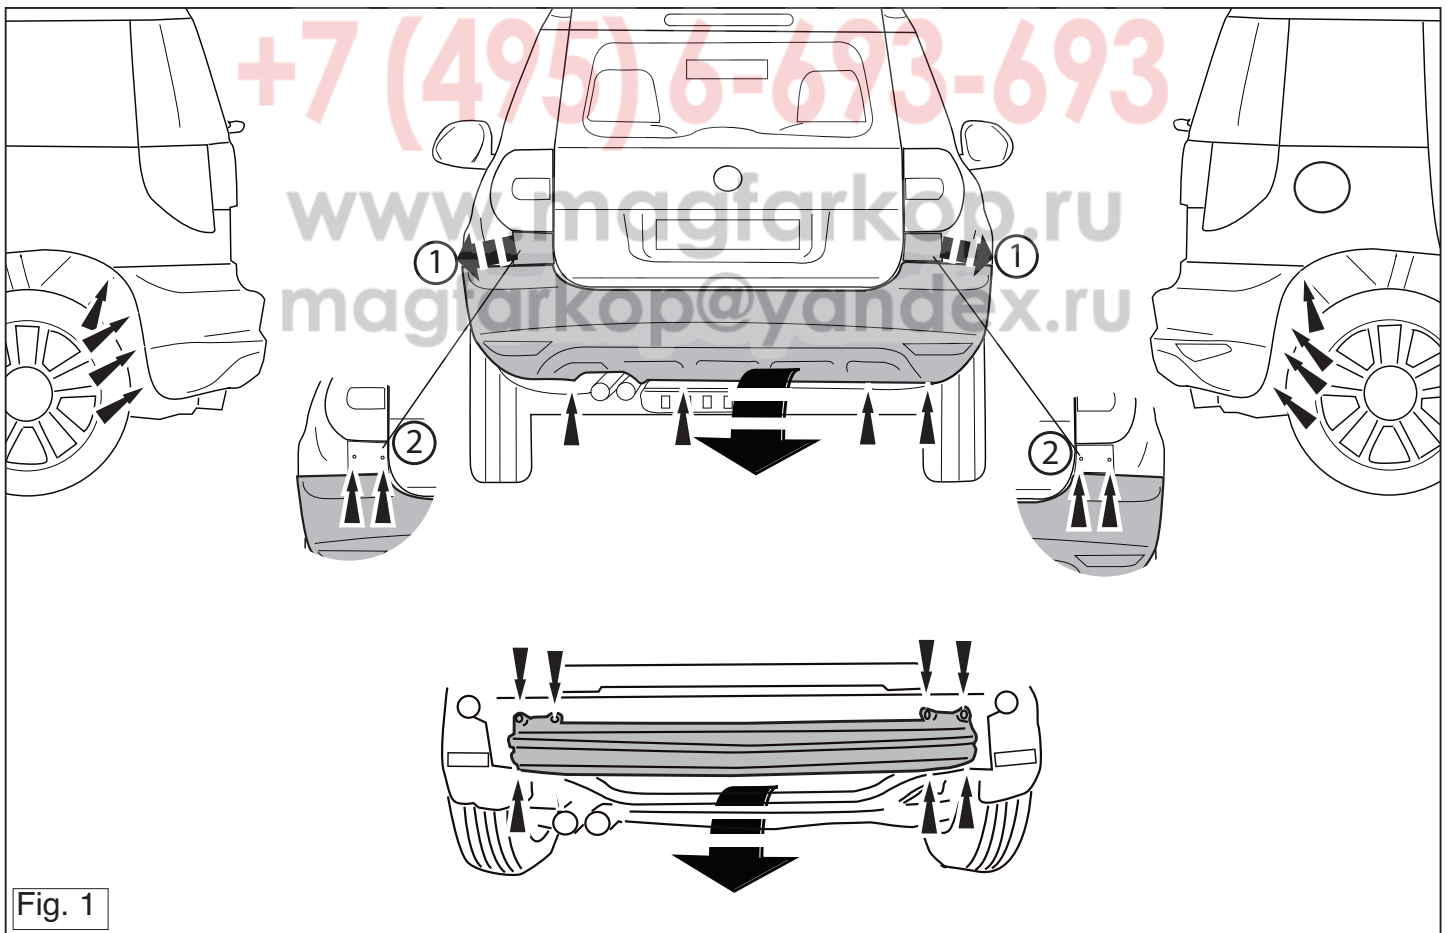

Fig. 1
1. Remove bumper (Torch head screws around each wheel arch, along lower edge of rear panel, beneath each light cluster (light cluster must be removed). and the steel buffer beam from the vehicle. The buffer beam will no longer be needed. Replace the bolts. See figure 1.
1. Die Stoßstange einschließlich des stählernen Stoßbalkens vom Fahrzeug abmontieren. Der Stoßbalken wird nicht mehr benötigt. Die Schrauben wieder anbringen. See figure 1,
1. Déposer le pare-chocs du véhicule y compris la traverse en acier ; la traverse ne sera plus utilisée. Remettre les boulons de fixations en place. Voir la figure 1.